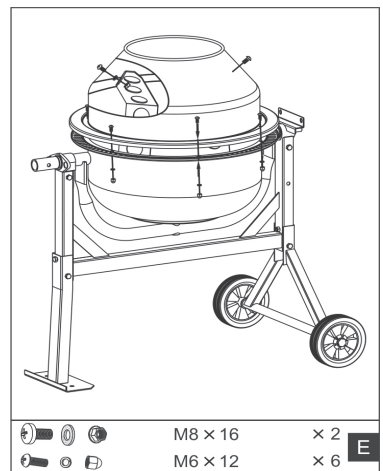

Fig.9
6. Posizionare l'anello di tenuta sulla parte inferiore del tamburo. Quindi, posizionare l'unità tamburo superiore sulla controparte inferiore. Le frecce sui gruppi tamburo indicano il corretto posizionamento delle metà e devono essere rivolte l'una verso l'altra. Le aperture di montaggio delle lame di miscelazione all'interno del tamburo devono essere in linea verticale. In caso contrario, le lame non possono essere montate. Avvitare le due unità utilizzando sei bulloni, rondelle e dadi M6 x12. Quindi avvitarle le alette di miscelazione all'unità superiore del tamburo e utilizzare il tipo M8x16 e una rondella di cuoio ciascuna. Serrare tutte le viti (E), Fig.9.